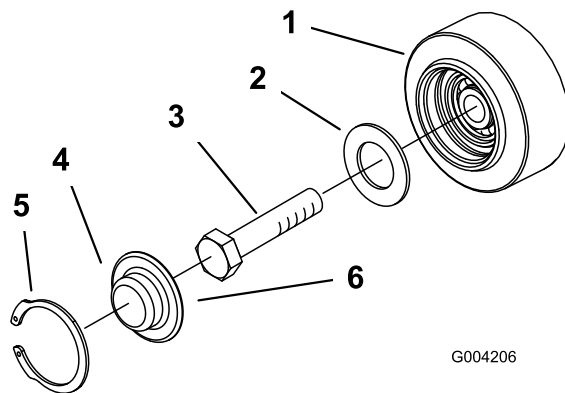

Figura 50
4. Compruebe la grasa que hay debajo del tapón y alrededor de la junta (Figura 50). Si está sucia, tiene arenilla o queda poca grasa, elimine toda la grasa, cambie la junta, y añada grasa nueva.
6. Coloque el tapón engrasado sobre la cabeza del perno (Figura 50).
7. Sujete el tapón de la rueda de rodaje con la anilla a presión (Figura 50).
3. Retire la anilla a presión y el tapón de una de las ruedas de rodaje (Figura 50).